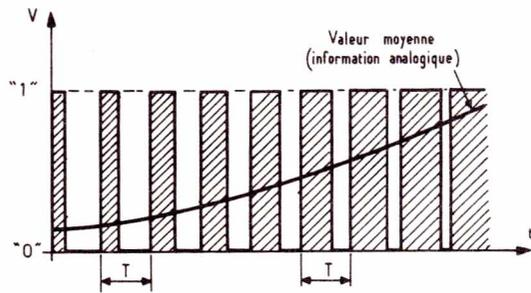
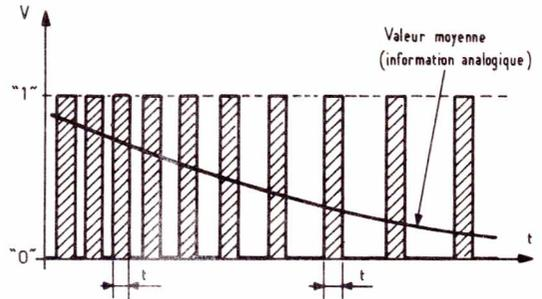

Figure 1 : Codage d'une grandeur analogique sous forme de rapport cyclique à fréquence constante.
Figure 2 : Codage d'une grandeur analogique sous forme de variation de fréquence d'impulsions de durée constante.
La **figure 1** illustre l'une des deux principales manières de faire véhiculer une information analogique à un train d'impulsions. Il s'agit d'en faire varier le rapport cyclique, c'est-à-dire la durée des impulsions tout en respectant une fréquence de répétition constante. Ce principe est utilisé en radiocommande proportionnelle.
La **figure 2** représente une autre possibilité, utilisée par exemple dans les compteurs de voiture : l'impulsion conserve une durée constante, mais sa fréquence est variable.
Nous sommes là en présence d'un phénomène de **modulation** et de **démodulation**, et c'est pourquoi on parle, dans le cas de la **figure 1**, de modulation de largeur d'impulsion ou PWM (Pulse Width Modulation), le cas de la **figure 2** étant tout simplement celui de la modulation de fréquence (FM).
Imaginons maintenant que, dans le cas représenté **figure 1**, la fréquence de répétition des impulsions